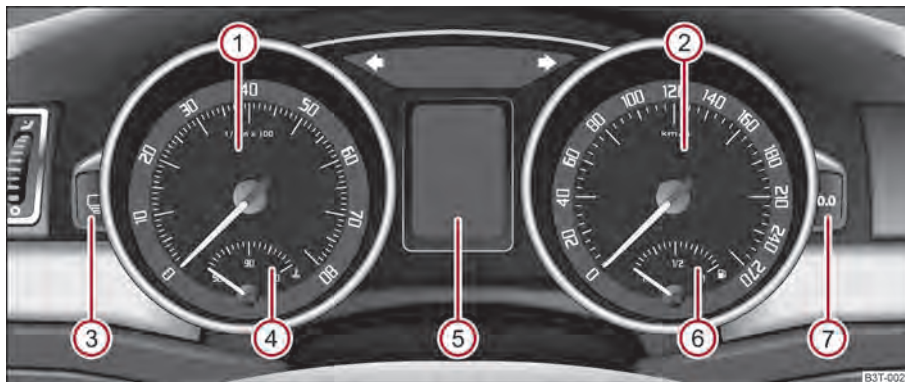

Abb. 2 Kombi Instrument
Der rote Bereich der Drehzahlmesserskala ① ⇒ Abb. 2 kennzeichnet den Bereich, in dem das Motorsteuergerät beginnt, die Motordrehzahl zu begrenzen. Das Motorsteuergerät begrenzt die Motordrehzahl auf einen sicheren Grenzwert.
Die Kühlmitteltemperaturanzeige ④ ⇒ Abb. 2 arbeitet nur bei eingeschalteter Zündung.
Die Kraftstoffvorratsanzeige ⇒ Abb. 2 arbeitet nur bei eingeschalteter Zündung.
Die Uhr stellen Sie mit den Tasten  und  ein ⇒ Abb. 2.